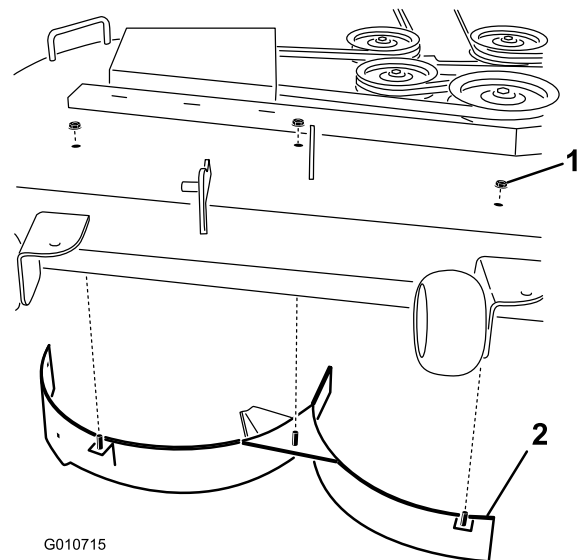

Figura 8
8. Instale el deflector derecho en la plataforma de corte según se muestra en Figura 8. Utilice tres contratuercas (5/16 pulgada) para sujetar las clavijas soldadas del deflector derecho a la parte superior de la plataforma de corte en las posiciones centro, centro derecha y derecha. Apriete las fijaciones a mano.